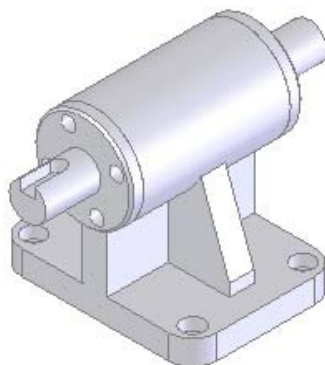

图 7-134 插入另一个法兰盘后视图
**03** 插入另一端法兰盘。重复步骤 **01**、**02**，插入基座另一端的法兰盘，结果如图 7-134 所示。